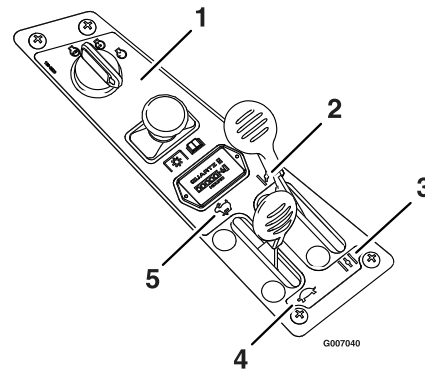

Figura 10
- Mueva la palanca del acelerador a la posición intermedia y la palanca de estérter hacia adelante antes de arrancar un motor frío (Figura 10).